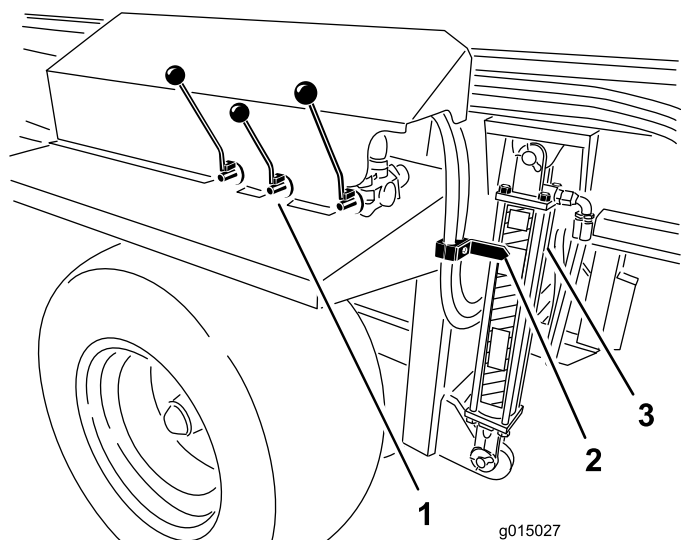

図 35
SH モデルでは油圧コントロールを使って、EH モデルでは無線リモコンを使って、メインホッパーの高さを調整する油圧シリンダの矢印が「油圧シリンダデカル」の「緑色ゾーン」にくるように調整します (図 35)。
**重要** 散布せずに移動走行をしているときには、ツインスピナーを停止し、ホッパー後部を少し上昇させて十分な地上高を確保してください (図 35)。